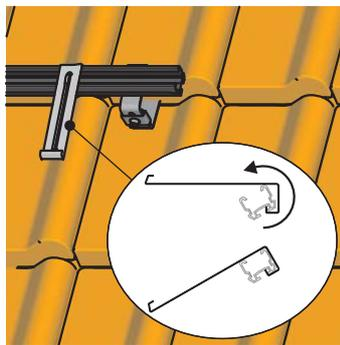
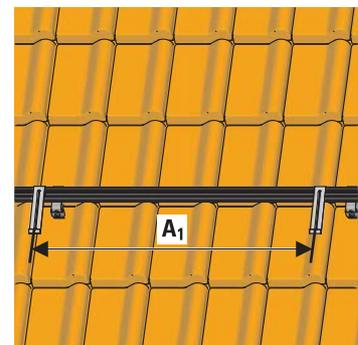

Fig. 3-16 Montare il gancio di fissaggio per collettori
Fig. 3-17 Posizionare il gancio di fissaggio per collettori
1. Attaccare i ganci di sicurezza del collettore verticalmente alla superficie di posa del collettore, alla distanza dovuta a seconda del tipo di collettore, nella scanalatura guida del profilo di montaggio inferiore e rovesciare verso il basso. Dopo aver agganciato i ganci, è possibile spostarli lateralmente (vedere fig. 3-16 e fig. 3-17).